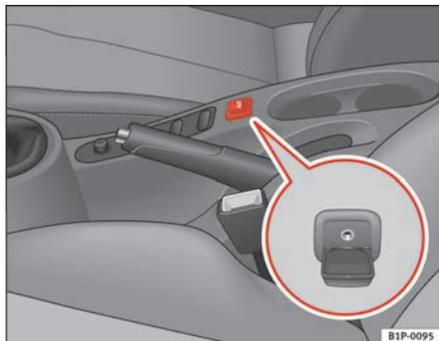

Fig. 102 Conector para la entrada auxiliar de audio
- Levante la tapa AUX. ⇒ fig. 102